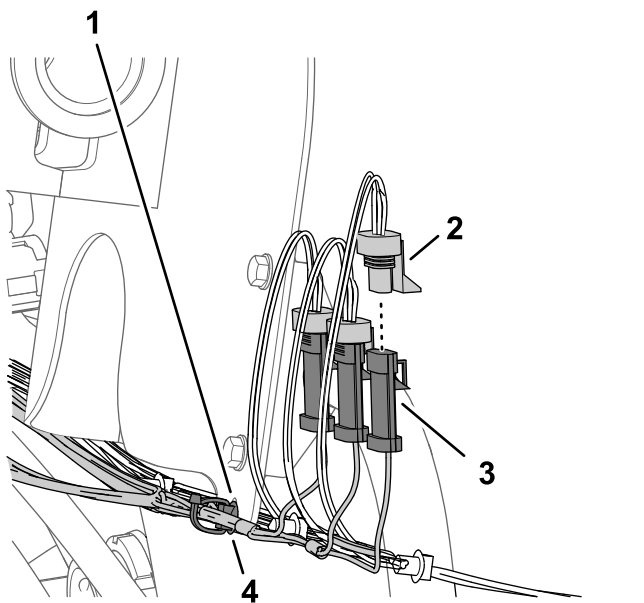

Figura 86
1. Ligue o conector de três pinos da secção de cablagem de 89 cm rotulado PULVERIZADOR ESQUERDO (left spray) ao conector de três tomadas da cablagem da máquina rotulado VÁLVULA DO PULVERIZADOR ESQUERDO (left spray valve) (Figura 86).
2. Ligue o conector de três pinos da cablagem rotulado PULVERIZADOR CENTRAL (center spray) ao conector de três tomadas da cablagem da máquina rotulado VÁLVULA DO PULVERIZADOR CENTRAL (center spray valve) (Figura 86).
3. Ligue o conector de três pinos da cablagem do kit rotulado PULVERIZADOR DIREITO (right spray) ao conector de três tomadas da cablagem da máquina rotulado VÁLVULA DO PULVERIZADOR DIREITO (right spray valve) (Figura 86).
4. Insira o fixador de pressão da cablagem do kit no furo na flange do suporte do fluxímetro (Figura 86).